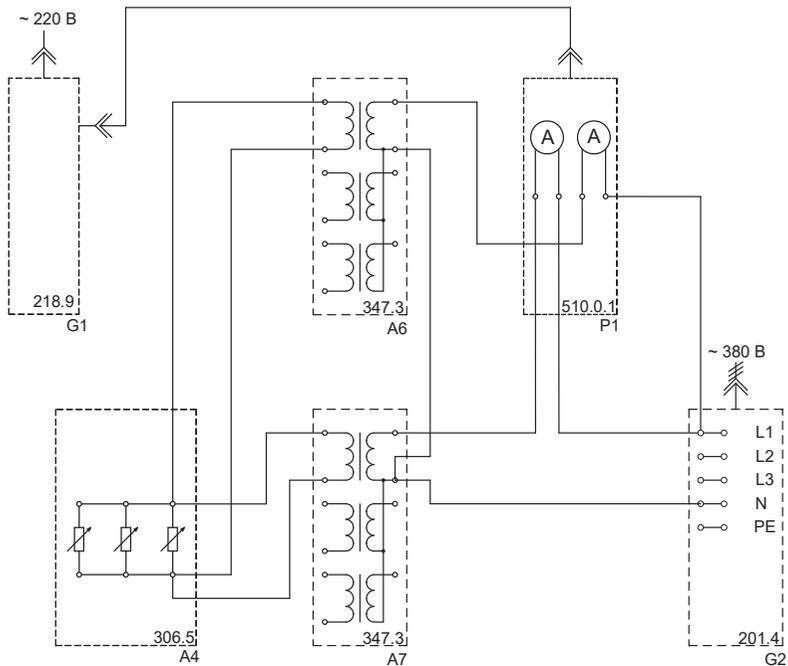

Рис. 1.6
- Соедините аппаратуру в соответствии со схемой электрической соединений, представленной на рис.1.6.